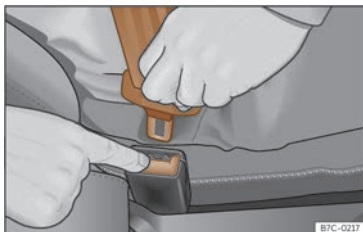

Fig. 23 Eliberați limba centurii de siguranță.
- Apăsăți butonul roșu de pe cataramă >>> **fig. 23.** Limba centurii va fi eliberată din cataramă.